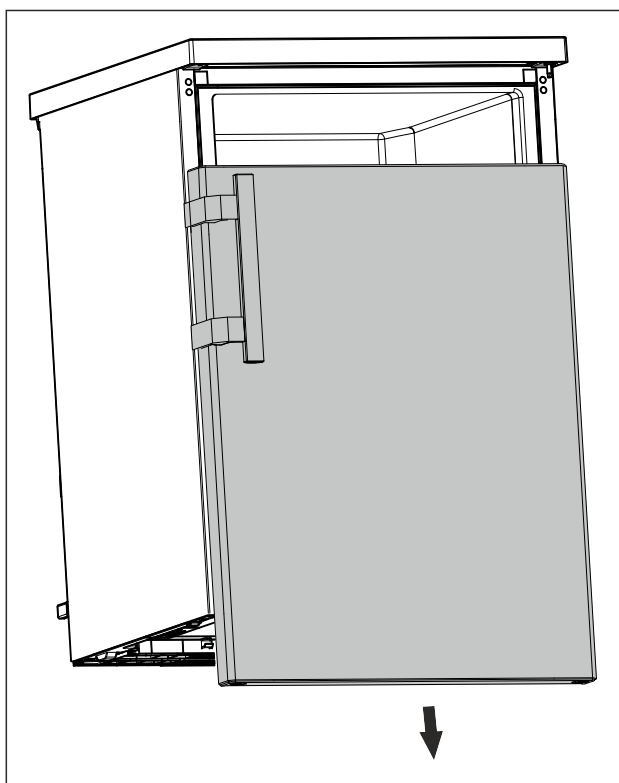

Fig. 15
- Verwijder de deur naar beneden. (zie Fig. 15)